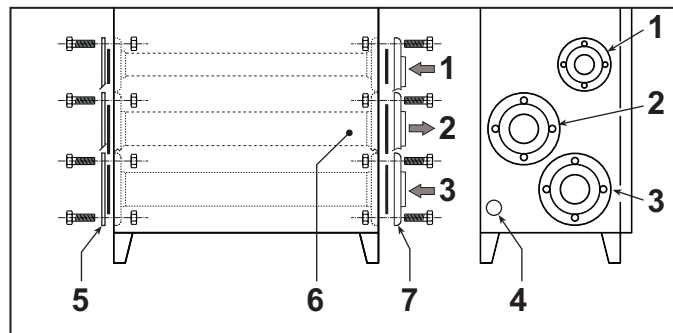
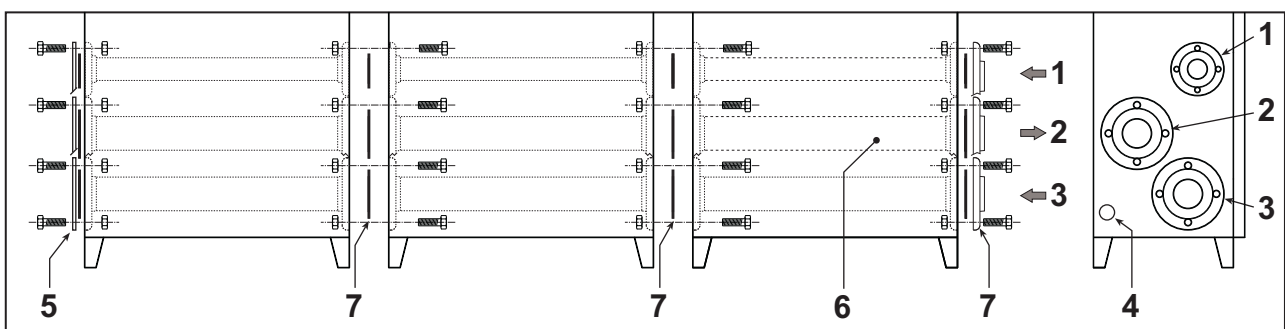

fig. 16
fig. 17
Pour le raccordement d'un seul module - fig. 16
Pour le raccordement de plusieurs modules en cascade - fig. 17
- Monter les brides borgnes sur le dernier module sans oublier d'interposer les joints appropriés (fig. 16 et fig. 17).